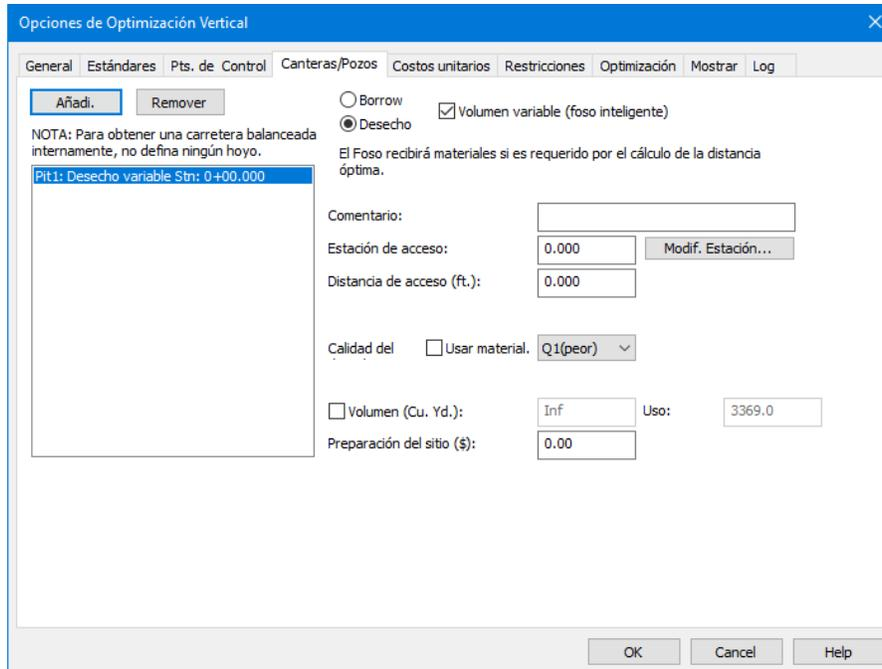

Figura 16-1: Pestaña para Configurar Cantera/Fosos
- Presione *Añadir*, ubique un foso de desecho al inicio del alineamiento, asegure que la opción *Volumen Variable (foso inteligente)* esté habilitada, como se muestra en la Figura 16-1.